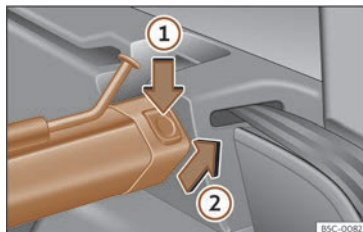

Fig. 182 No maleteiro: desmontar a rede de separación.
- Prema a tecla de desbloqueo esquerda ou dereita >>> **fig. 182** ① no sentido da frecha ①.
- Extraia a carcasa do soporte no sentido da frecha >>> **fig. 182** ②.
- Prema a carcasa nos soportes esquerdo e dereito no sentido contrario ao da frecha >>> **fig. 182** ② ata que encaixe. As marcas vermellas das teclas de desbloqueo deberán deixar de verse.